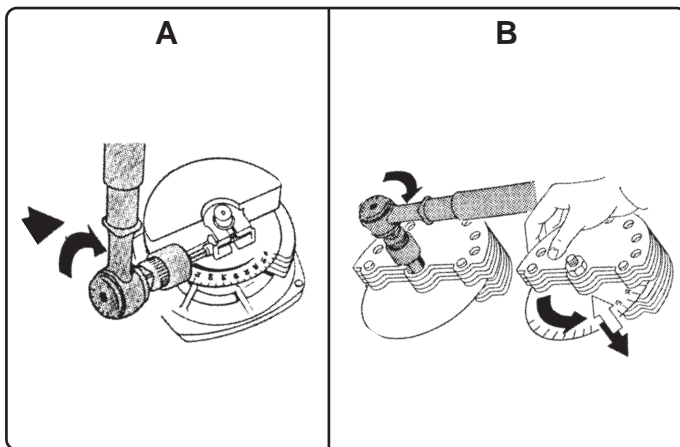

Fig. 21
- Una volta portata la massa eccentrica sul valore desiderato serrare con la chiave dinamometrica la vite di fissaggio (Fig.21-A) o il dado (Fig.21-B) e ripetere la stessa operazione sulla massa opposta (per la coppia di serraggio vedere le tabelle «Coppia di serraggio per viti di fissaggio degli elementi del motovibratore», pag. 32).
- Once the eccentric weight has been set to the desired value, tighten the fixing screw (Fig. 21-A) or nut (Fig. 21-B) with a torque wrench and repeat this operation on the opposite weight (consult the «Driving torque for the screws fixing parts of the motor-driven vibrator» tables on pages 32 for the driving torque).
- Après avoir placé la masse excentrique sur la valeur désirée serrer avec la clé dynamométrique la vis de fixation (Fig. 21-A) ou l'écrou (Fig. 21-B) et répéter la même opération sur la masse opposée (voir la valeur du couple de serrage dans les Tableaux «Couple de serrage pour vis de fixation des éléments du motovibrateur», pages 32).
- *Wenn man die Schwingmasse auf den gewünschten Wert gebracht hat, die Befestigungsschrauben (Abb. 21-A) oder die Mutter (Abb. 21-B) mit einem Drehmomentschlüssel anziehen und den gleichen Vorgang auf der gegenüberliegenden Masse vornehmen (die Anzugsmomente stehen in der Tabelle «Abzugsmomente für die Befestigungsschrauben der Elemente des Vibrationsmotors», Seite 32).*
- Una vez que hemos llevado la masa excentrica al valor deseado ajustar con la llave dinamétrica el tornillo de fijación (Fig. 21-A) o la tuerca (Fig. 21-B) y repetir la misma operación con la masa opuesta (para lo relativo al par de torsión ver las tablas «Par de torsión para tornillos de fijación de los elementos del motovibrador», pag. 32).